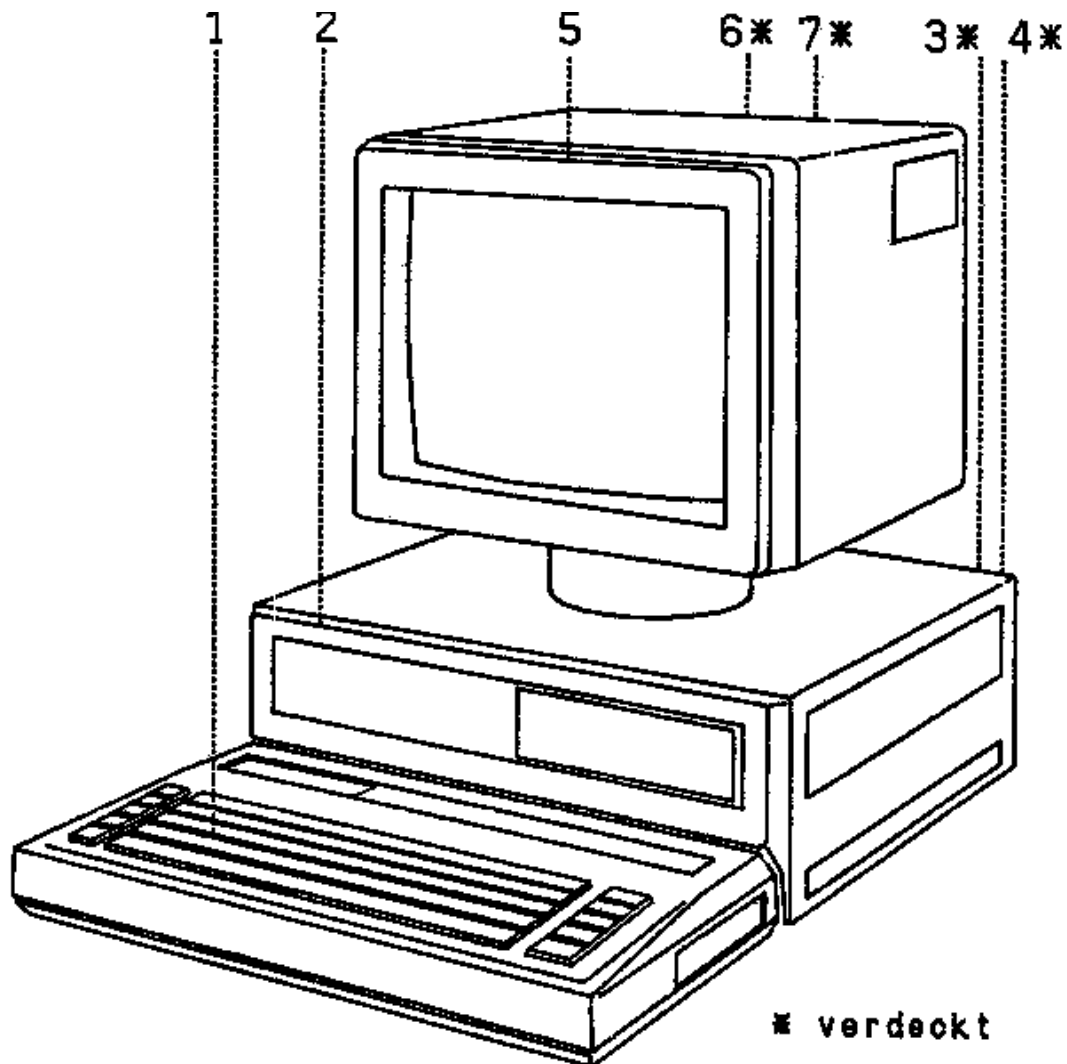

Bild 1
Der BILDUNGSCOMPUTER **robotron A 5105** (Bild 1) setzt sich aus den Baugruppen COMPUTERGRUNDGERÄT **robotron K 1505** (1), DISKETTENSPEICHEREINHEIT **robotron K 5651** (2), dem MONITOR **robotron K 7222.23** (5) sowie den verdeckt dargestellten Anschlußleitungen (3), (4), (6), und (7) zusammen.